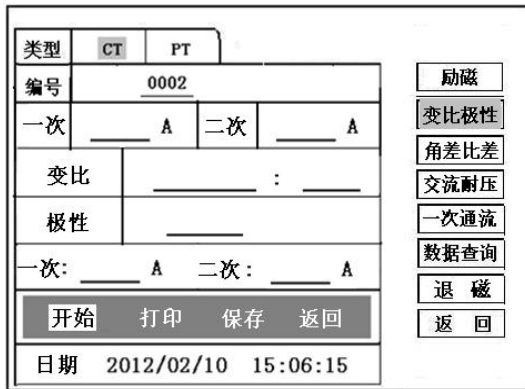

图 12, CT 变比极性测试界面 图 13, CT 变比极性（角差比差）接线图
1) 参数设置：测试界面见图 12。
按照图 13 进行接线，CT 一次侧接 P1、P2，CT 二次侧接 S1、S2。进入 CT “变比极性”测试界面，如图 12。设置完成后，合上“功率开关”，移动光标至“开始”选项，按下控制器，试验即开始。